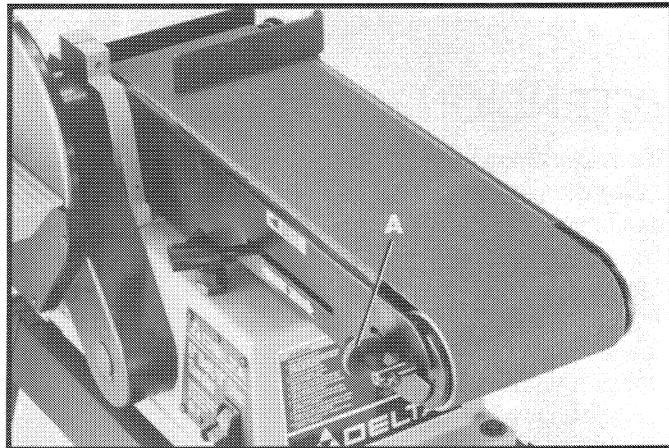

Fig. 21
2. Si la correa de lijado se mueve hacia el disco, gire la perilla de alineamiento (A) Fig. 21, 1/4 de vuelta en contra del sentido de las manecillas del reloj.
3. Si la correa de lijado se aleja del disco, gire la perilla de alineamiento (A) Fig. 21, 1/4 de vuelta en el sentido de las manecillas del reloj.